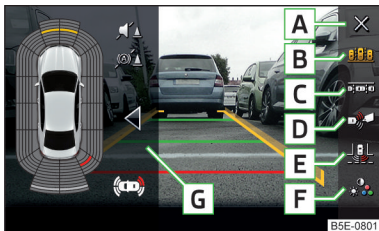

Fig. 262
Touches de fonction » fig. 262
- Donnez une impulsion sur la touche **[C]** » fig. 262 à la page 235.